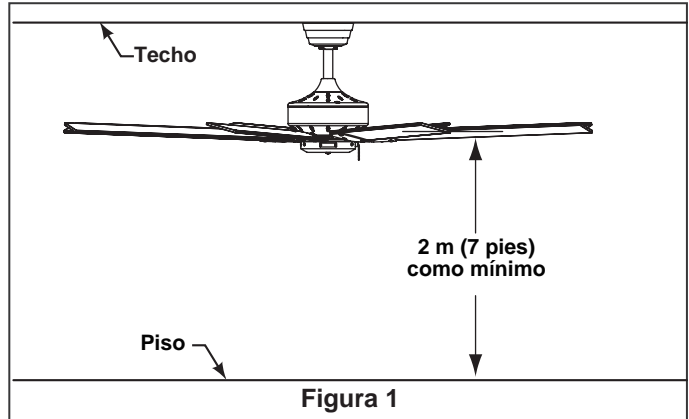

Figura 1
1. Afloje el tornillo de fijación de la semiesfera para lograr que ésta pueda desplazarse libremente por el barral. Retire el pasador del barral y luego extraiga la semiesfera. Conserve el pasador y la semiesfera para su reinstalación en el Paso 5 (Figura 1).
5. Vuelva a colocar la semiesfera en el barral como se indica a continuación. Pase los tres cables de 80" a través de la semiesfera. Pase el pasador a través de los dos orificios en el barral y alinee la semiesfera de modo que el pasador quede atrapado en la ranura de la parte superior de la misma. Empuje la semiesfera hacia arriba, bien ajustada contra el pasador. **Ajuste firmemente el tornillo de fijación de la semiesfera. Si el tornillo está flojo, podría provocar oscilación del ventilador.** (Figura 1)
Debe colgar el ventilador a una distancia mínima de 2,13 m desde las aspas hasta el piso. (Figura. 1)
2. Conecte el cable blanco del motor del ventilador al cable de suministro blanco (neutro) con el conector de cables suministrado. Conecte el cable negro del motor del ventilador y el cable azul al cable de suministro negro con el conector de cables suministrado (Figura 1).